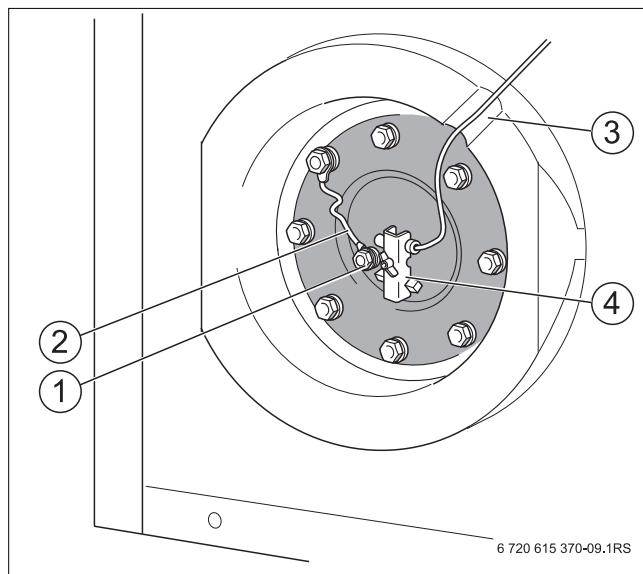

Fig. 10 Raccords sur trappe de visite
- ▶ Faire passer le câble de sonde par l'évidement de l'isolation thermique (→ fig. 10, [3]) vers le couvercle de la trappe de visite.
- ▶ Monter la sonde de température dans la fixation selon la forme géométrique ou le diamètre donnés (→ fig. 10, [4]).